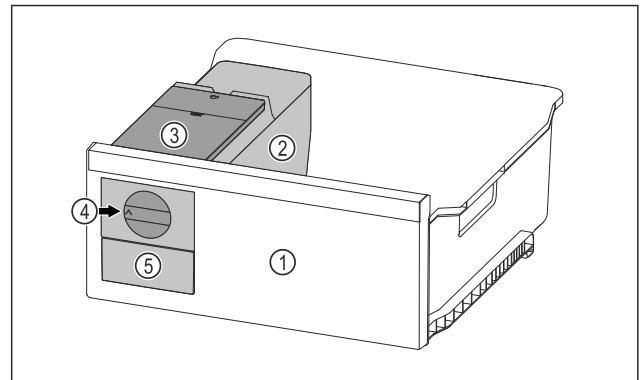

Fig. 90 Representación a modo de ejemplo
- ▶ Girar el botón giratorio Fig. 90 (4) en el sentido de las agujas del reloj hasta el tope.
- ▷ Los cubitos de hielo caen de la cubitera al compartimento de cubitos de hielo Fig. 90 (5).